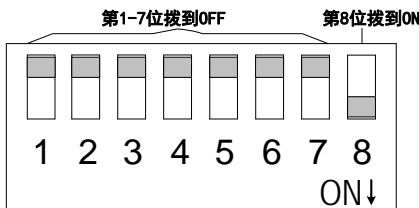

图 3.5 485 通讯控制方式的拨码开关配置
- 2) 将拨码开关第 1~7 位拨到OFF（即拨到上方），第 8 位拨到ON（即拨到下方），这样，驱动器即被配置为通讯控制方式，如图 3.5 所示，0x009c、0x0120 和 0x0121